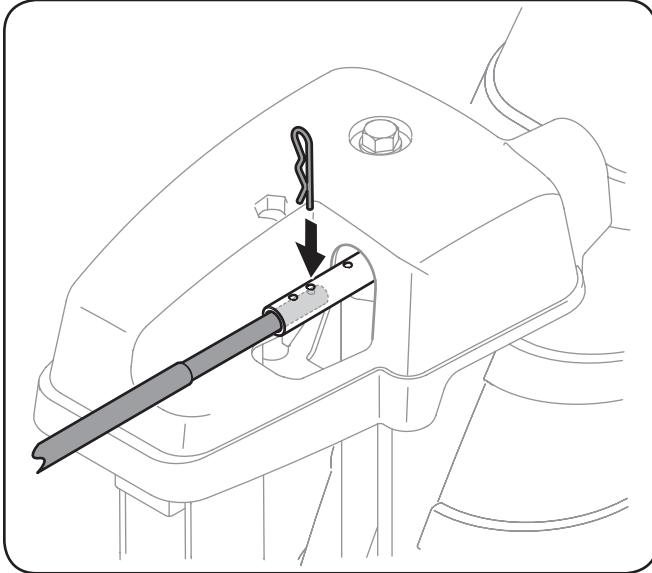

Figura 3-8
- Empuje la barra de control del canal hacia el panel de control hasta que el agujero en las líneas de varilla con el agujero del medio en la entrada de control del canal e inserte la chaveta. Ver la la Figura 3-8.